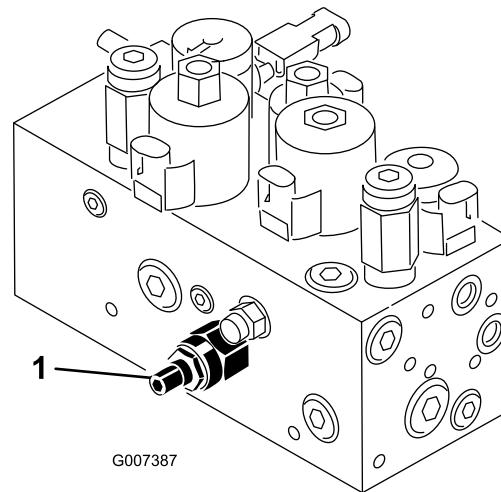

Figure 58
Le circuit de relevage/descente des plateaux de coupe de cette machine est muni d'un régulateur de débit (Figure 58). Celui-ci est ouvert en usine d'environ 3 tours. Il faut cependant parfois le régler pour compenser les différences de températures de l'huile hydraulique, des vitesses de tonte, etc. Dans ce cas, procédez comme suit :
1. Soulevez le siège et trouvez le régulateur de débit du bâti de traction central (Figure 58) situé sur le côté du collecteur hydraulique.